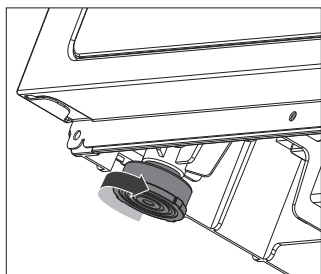

Abb. 1: Stellen Sie die FüÙe ein und ziehen Sie sie fest
B. Richten Sie alle vier Beine der Waschmaschine aus (Wie in Abbildung 1 dargestellt).